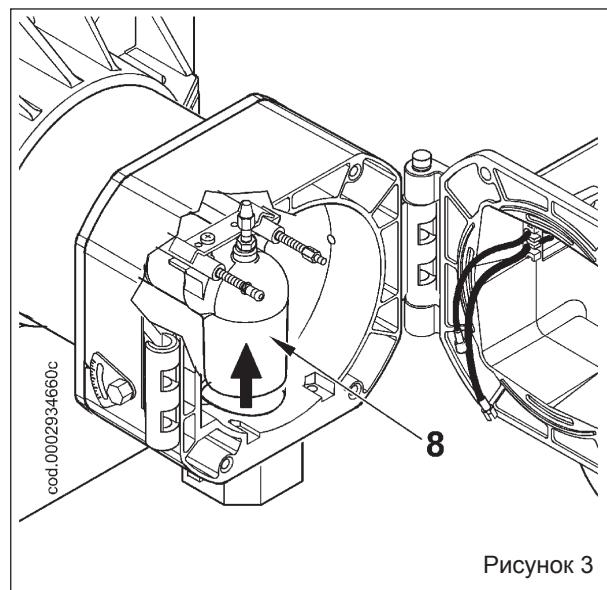

Рисунок 3
- После того как были вынуты провода розжига и ионизации (3) из соответствующих электродов, полностью отверните гайку (4) и заверните винт (5) так, чтобы он продвинулся по газоподводящему патрубку (8), как показано на рис. 3, на расстояние, достаточное для того, чтобы снять узел смесителя.
- Слегка приподнимите газоподводящий патрубок (8) (смогите рисунок 3). Снимите весь узел смесителя в направлении, указанном стрелкой (9), смогите рисунок 4.